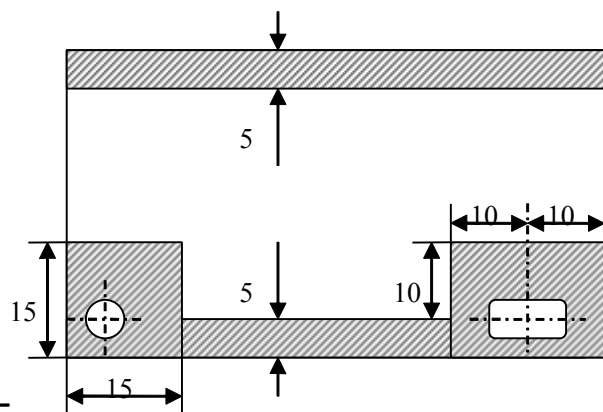

图 5
- 3.3.2 对于卧插元件，其非电插区（定位盲区区和边缘盲区）为图 5 所示画有剖线的区域。